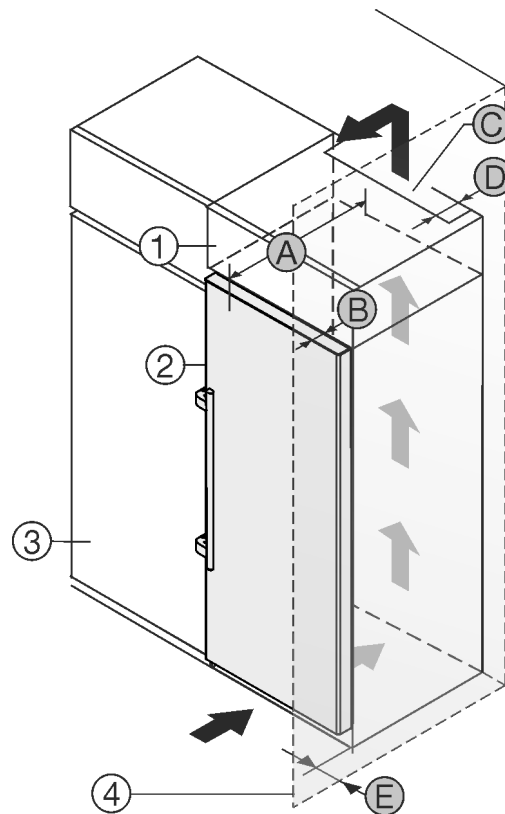

Fig. 2
- (1) Шафа для встановлення на пристрій *
- (2) Пристрій *
- (3) Кухонна шафа *
- (4) Стінка *
- (A) Глибина пристрою *
- (B) Глибина дверей *
- (C) Вентиляційний зазор *
- (D) Відстань задня сторона пристрою *
- (E) Відстань до сторони пристрою *
Ви можете встановити пристрій безпосередньо поряд із кухонною шафою Fig. 2 (3).*
Зі зворотного боку шафи для встановлення на пристрій слід передбачити вентиляційну шафу завглибшки Fig. 2 (D) на всю ширину цієї шафи.*
Слід дотримуватись вентиляційного отвору Fig. 2 (C) в стелі приміщення.*
Якщо пристрій із шарнірами встановлюється поряд зі стіною Fig. 2 (4), відстань між пристроєм та стіною повинна бути не менше 57 мм. Це відповідає необхідній відстані для ручки після відкриття дверцят.*
Щоб мати можливість повністю відкривати дверцята, потрібно, щоб пристрій виступав на відстань глибини дверцят Fig. 2 (B) відносно передньої панелі кухонної шафи. Залежно від глибини кухонних шаф Fig. 2 (3) та використання пристінних розпірок пристрій може ще більше виступати вперед.*